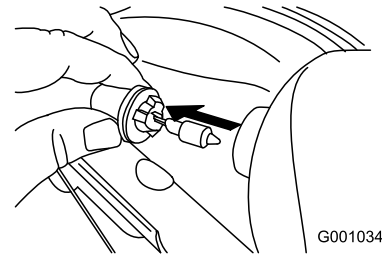

Bild 63
3. Nehmen Sie die Glühbirne hinten am Scheinwerfer gerade heraus (Bild 63).